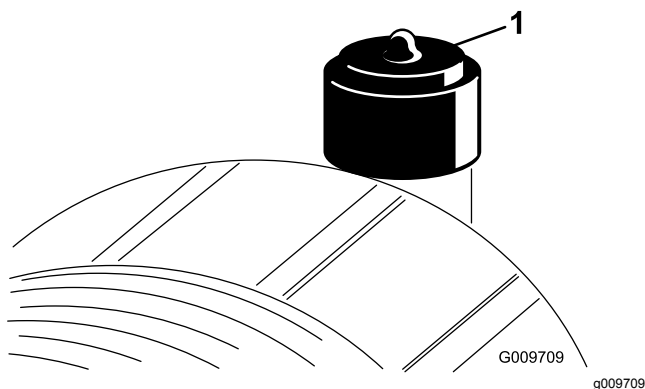

Figure 73
Faites l'entretien du filtre à air uniquement quand l'indicateur de colmatage indique que cela est nécessaire (Figure 73). Ne remplacez pas le filtre à air plus fréquemment que nécessaire ; cela ne fait qu'accroître le risque de contamination du moteur par des impuretés quand le filtre est déposé.
2. Réarmez l'indicateur de colmatage (Figure 73) s'il est rouge.